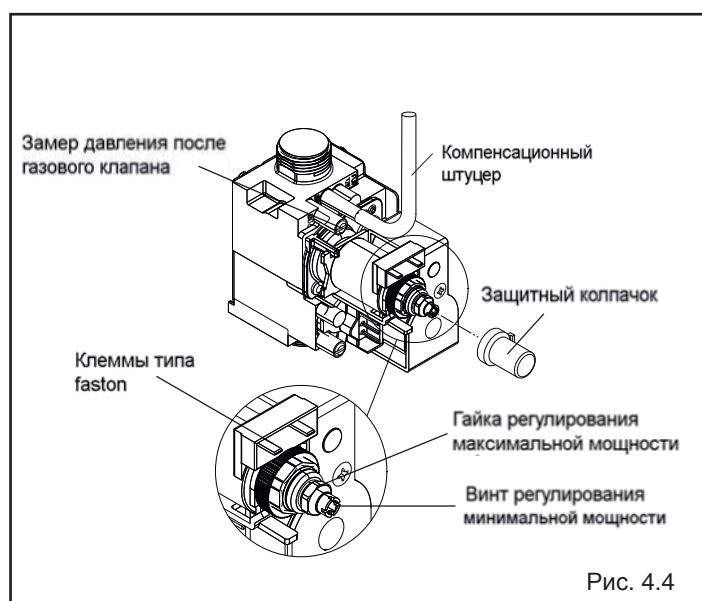

Рис. 4.4
- На плате управления (рис. 4.4а):